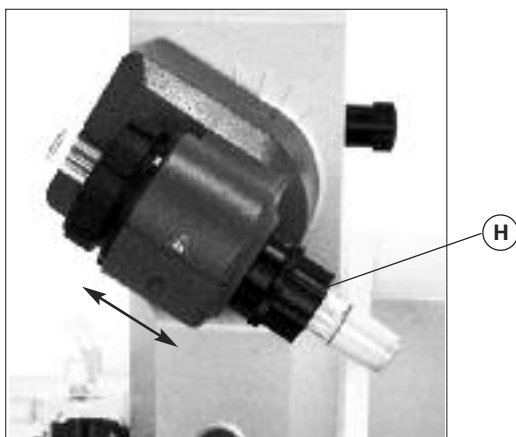

Fig. 10
- ☞ Verrouillez ensuite ce dispositif d'arrêt en tournant à 60° dans le sens des aiguilles d'une montre (Fig. 10).